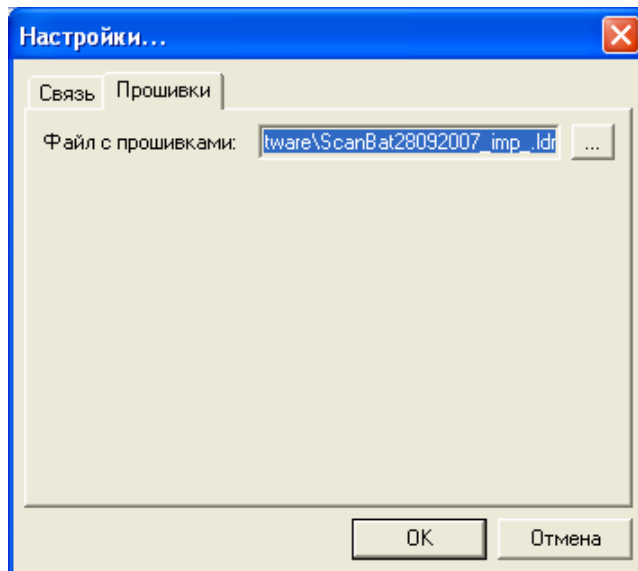

Рис. 26 Окно выбора файла прошивки
- На закладке **Прошивки** выберите нужный файл с прошивками (Рис. 26)